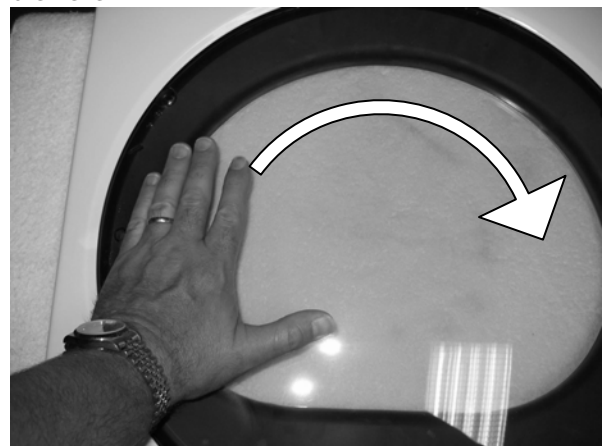

Figure 6
7. Tournez la Porte, de sorte que la fenêtre reste vers le haut. Tournez le verre de la fenêtre 180 degrés, de sorte que les trous du verre soient alignés avec les bouchons de l'anneau. (Figure 6)